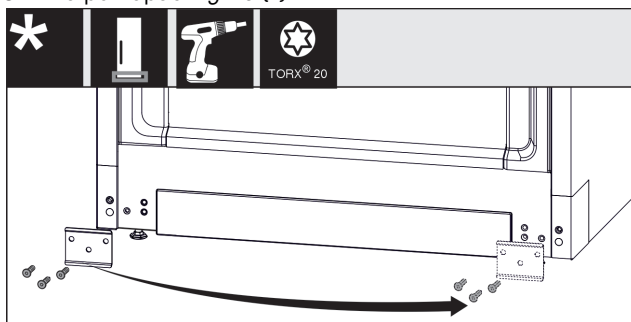

Fig. 14
- Odvrnite lim Fig. 14 (1), premjestite ga na drugu stranu i ponovno pričvrstite.